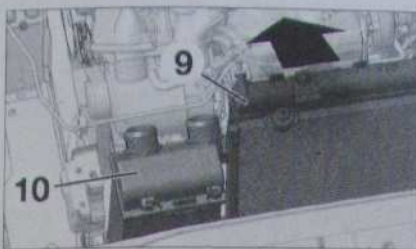

Fig. 65
- Basculer légèrement l'ensemble condenseur de réfrigération et radiateur (9) suivant la flèche (Fig. 65).
- Extraire l'échangeur air/air (10) par le bas.